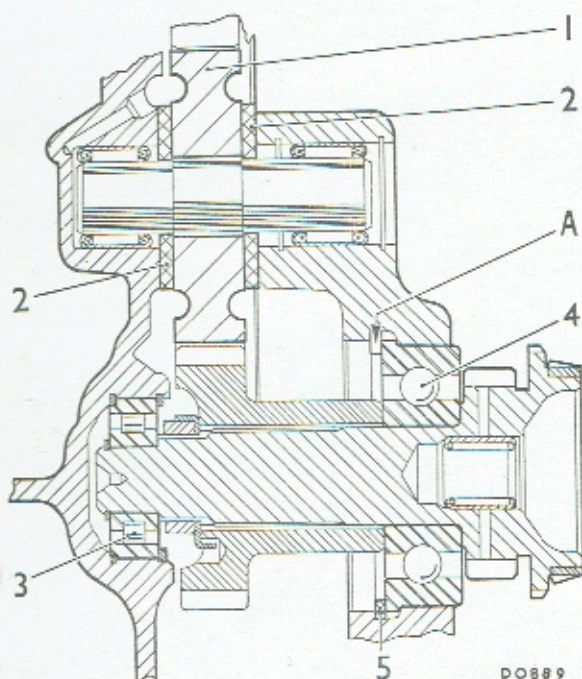

Fig. F.3
rekte tykkelse låsering, der skal bruges til at holde lejet. Prøv den tykkeste side af måleren først; de to størrelser er mærket på håndtaget. Der henvises til fig. F.3, som illustrerer denne anvisning, og monter den låsering, der udvælges ved hjælp af skemaet under fig. F.3.
39) Monter svinghjulshuset med en ny pakskive og spænd til den under 'Specifikationer' anførte tilspændingsværdi. Kontroller med søgere at mellemhjulet har et endeslør på 0,003-0,008" (0,08-0,2 mm), se fig. F.3. Til justering fås trykskiver, der i tykkelse varierer fra 3,34 til 3,54 mm.